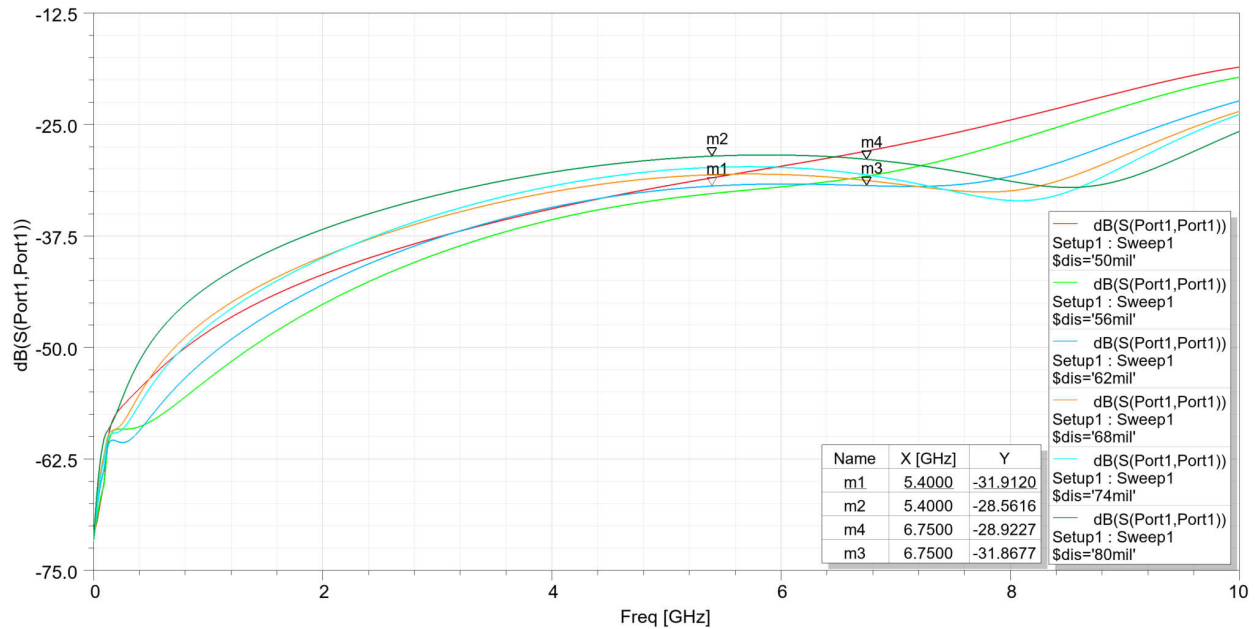

図 3-8. 異なるグラウンドビア間隔での反射損失 (S11)
- 図 3-8: 反射損失 (S11) (グラウンドビア間隔が異なる場合)